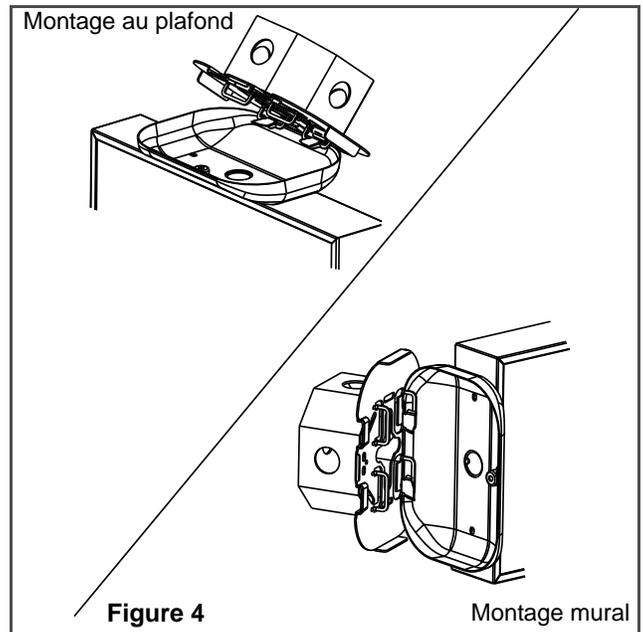

Figure 4
- Le pavillon d'installation rapide est muni de nervures qui permettent de suspendre l'unité au plaque de fixation afin de faciliter le câblage (voir Figure 4).